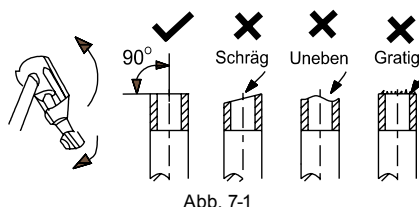

Abb. 7-1
- Längen Sie die Kupferrohre spannfrei und nur mit einem Rohrschneider ab, um eine glatte Schneidkante zu erhalten. (s. Abb. 7-1)